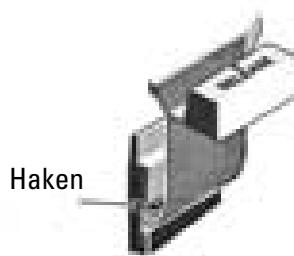

Abbildung 7:
Sicherheitslasche (siehe Abb. 7)
1. Den Haken hinter der Lasche her-unterdrücken und die gesamte Si-cherheitsLasche aus der Führung her-ausziehen (siehe Abb. 7).